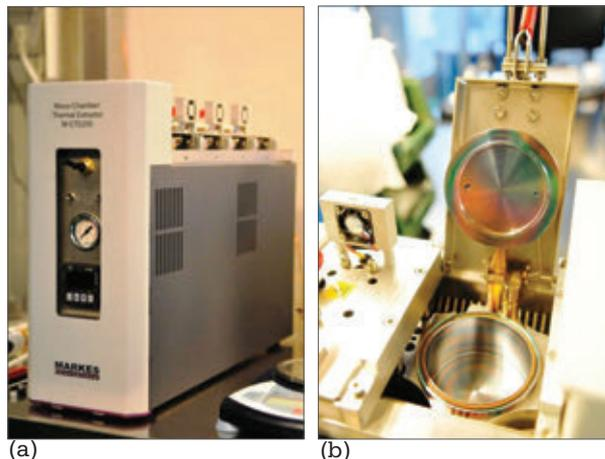

Figura 1. Microcâmara/Extrator Térmico (a) e exemplo de frasco de amostragem da microcâmara (b)
O M-CTE250 é uma ferramenta de controle de qualidade para a seleção dos níveis de compostos orgânicos voláteis e semivoláteis (VOCs e SVOCs) saindo de produtos e matérias-primas. O sistema consiste em quatro microcâmaras operando entre a temperatura ambiente e um máximo de 250°C (Figura 1(a)). Tubos adsorventes condicionados estão ligados a cada microcâmara e um fluxo de ar é passado ao longo de todas as quatro câmaras simultaneamente. Componentes ópticos para testes de emissões em massa são colocados diretamente em recipientes de amostra para microcâmara (Figura 1 (b)). Durante os testes de emissão em massa, o ar limpo passa ao redor de toda a amostra com produtos químicos orgânicos sendo varridos da câmara e coletado em tubos de adsorvente acoplados. O protocolo de limpeza consiste em realizar sucessivamente três dessorções térmicas de 2 horas cada uma a 150, 200 e 250°C. Após a coleta da amostra, vapores capturados são termicamente desadsorvidos e analisados por cromatografia em fase gasosa (GC) juntamente com espectrometria de massa (MS) Turbomass-Clarus 500, Perkin Elmer. A quantificação é expressa em $\text{ng}\cdot\text{cm}^{-2}$, dependendo do tamanho característico da amostra. O conjunto TD-GC-MS é calibrado pelo método de calibração externa contra um composto de referência chamado